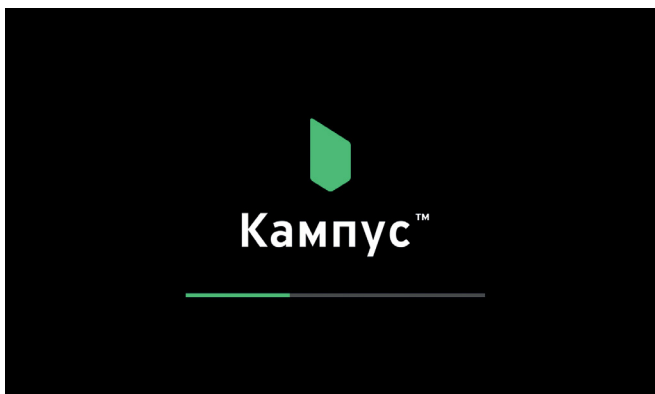

Рисунок 26. Экран загрузки ПО
3. Нажмите на кнопку на корпусе адаптера питания навигатора. В результате начнется загрузка ПО навигатора (см. Рисунок 26).